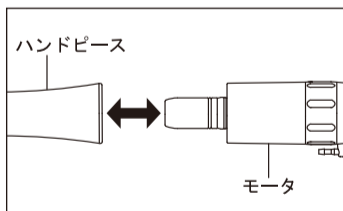

図1
- 1) ハンドピースをモータにまっすぐ挿し込みます。（図1）